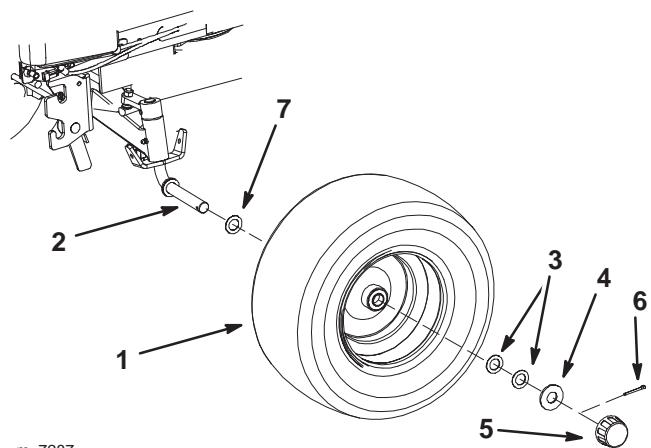

Figure 4
- Sortez les roues de la caisse (Fig. 4).
- Montez une rondelle mince (3/4 pouce) sur l'arbre de roue (Fig. 4).
- Glissez la roue sur l'arbre de roue, la valve dirigée vers l'intérieur (Fig. 4).
- Insérez une goupille fendue dans l'abre de roue et repliez les extrémités vers l'extérieur (Fig. 4).
- Poussez le couvre-moyeu au bout de l'arbre de roue pour l'enclencher sur la rondelle (Fig. 4).